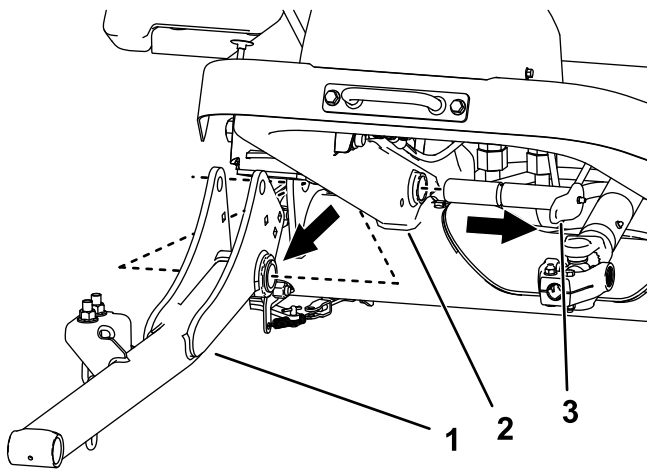

Figura 5
- E. Retire los brazos de elevación y los pasadores grandes del bastidor de la máquina, (Figura 5).